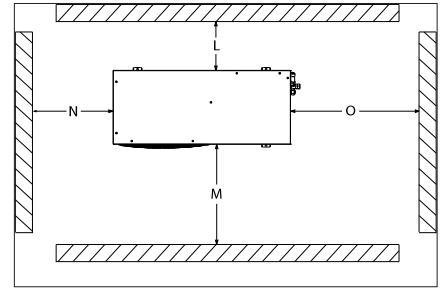

Рис. 1: Минимальные монтажные расстояния
- Убедитесь в наличии достаточного пространства вокруг агрегата для обеспечения циркуляции воздуха вокруг агрегата и возможности открытия дверей. Минимальные расстояния до стен приведены на рис. 1.